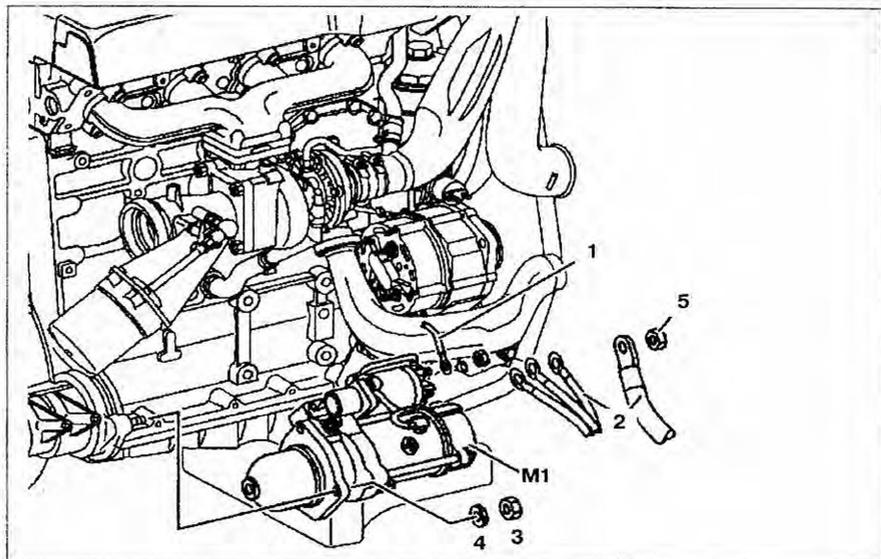

Рис. 3.38. Стартер:
2. Открутите гайки **3** и снимите прокладки **4** (рис. 3.38).